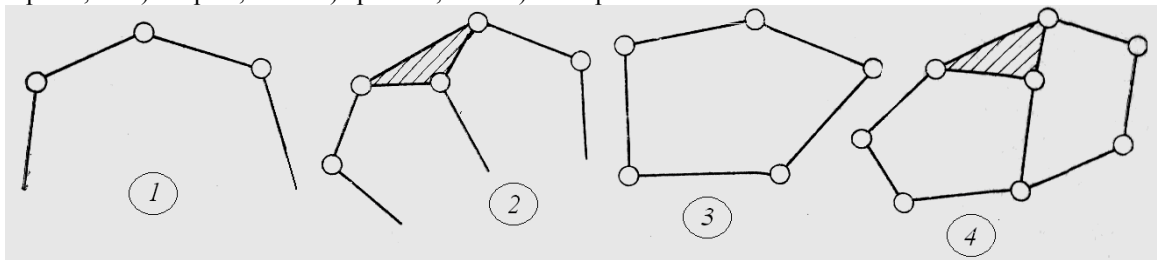

Рис. 1.9.
44. Какая из четырех кинематических цепей (рис. 1.9) называется простой незамкнутой?
45. Какая из четырех кинематических цепей (рис. 1.9) называется сложной незамкнутой?
46. Какая из четырех кинематических цепей (рис. 1.9) называется простой замкнутой?
47. Какая из четырех кинематических цепей (рис. 1.9) называется сложной замкнутой?